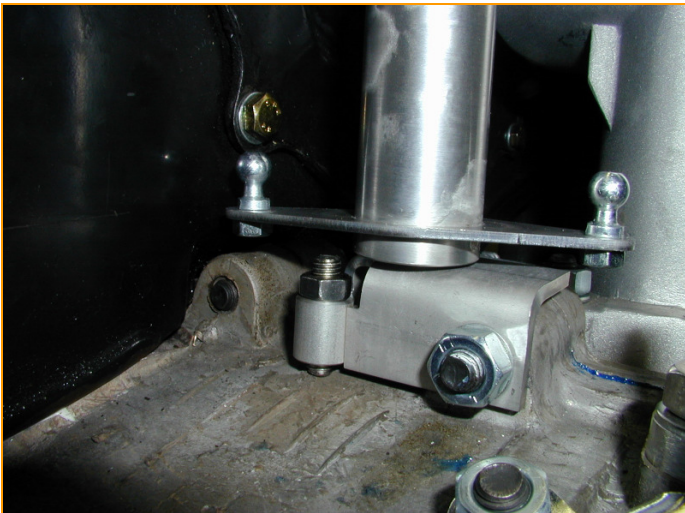

Fig.1
- Hebeln Sie die Kugelköpfe aus den Kugelgelenken und montieren Sie die Kugelköpfe in die beiden Bohrungen der unteren Hebelplatte des Drehbockes und schrauben sie mit Federring und Mutter M5, SW8 fest. Siehe Fig. 1.
- Bevor Sie den Drehbock endgültig mit 25Nm anziehen, richten Sie ihn mit Hilfe des M6 Gewindestiftes senkrecht aus und sichern den Gewindestift mit der M6 Mutter SW10. Siehe Fig. 1 und 2.